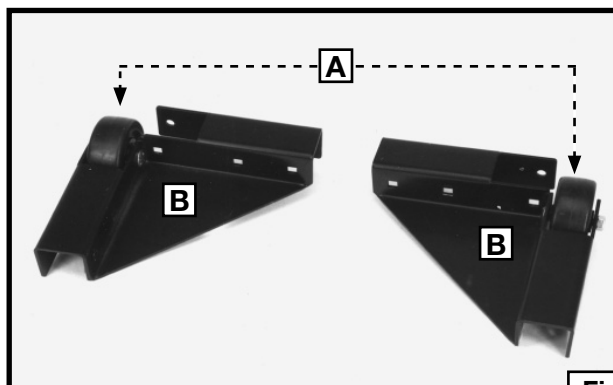

Fig. 4
2. Assembler l'autre roue (A) fig. 4, à l'autre support en cornière, de la même manière. l'un par rapport à l'autre et que les roues pointent dans la même direction.